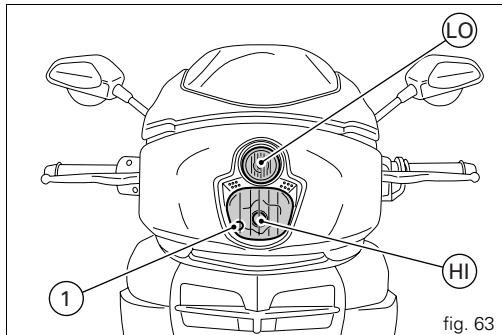

fig. 63
Avant de remplacer une ampoule grillée, s'assurer que la tension et la puissance de l'ampoule neuve correspondent aux valeurs indiquées dans le paragraphe « Circuit électrique », page 96. Toujours vérifier le fonctionnement de l'ampoule neuve avant de reposer les pièces déposées. La fig. 63 illustre l'emplacement de l'ampoule du feu de croisement (LO), du feu de route (HI) et du feu de position (1) du projecteur avant.